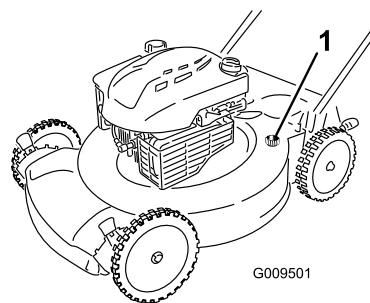

Figure 33
4. Branchez un tuyau d'arrosage, relié à une arrivée d'eau, à l'embout de lavage de la machine (Figure 33).